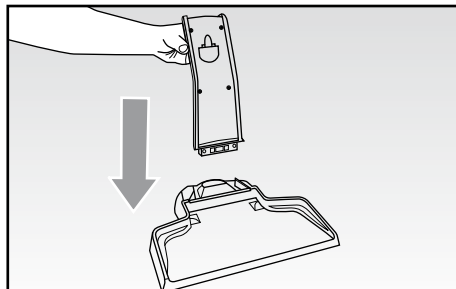

Fig. 4
- Assemblare la base di ricarica (G) posizionandovi l'apposita parte superiore (H) (Fig. 4).